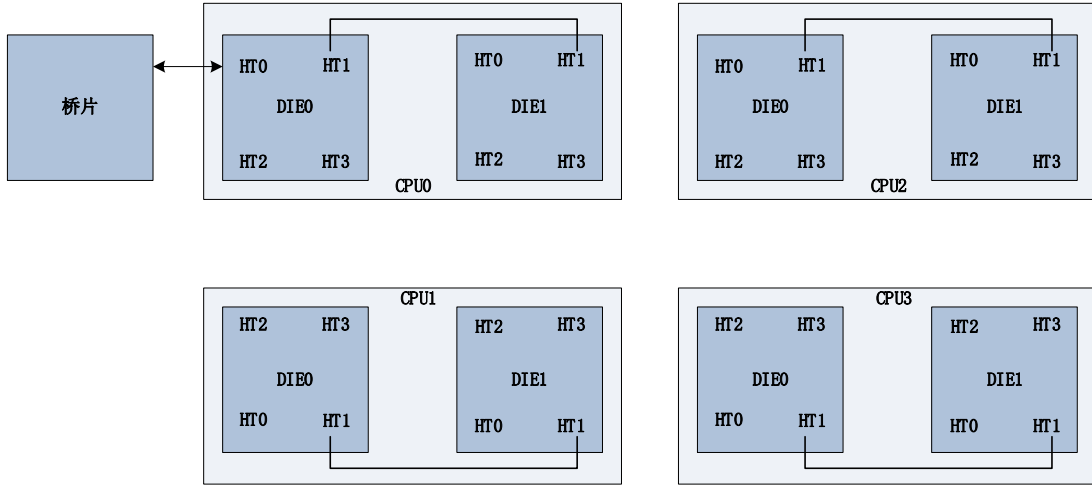

图 2-3 四处理器系统
(3) 四路服务器，龙芯 3D5000 四处理器系统。使用固定的 HT 接口用于 I/O 桥片连接；使用其它 HT 接口用于多处理器间互连。一种常见的连接方式如图 2-3 所示：